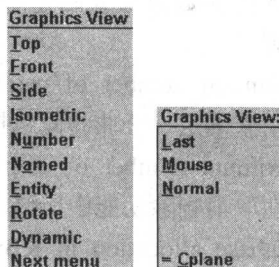

图 1.21
- Gview: 用于视图平面的设定。单击此命令后将打开 Graphics View (视图) 菜单, 可以从中选择屏幕中观察的视图角度, 如图 1.21 所示。